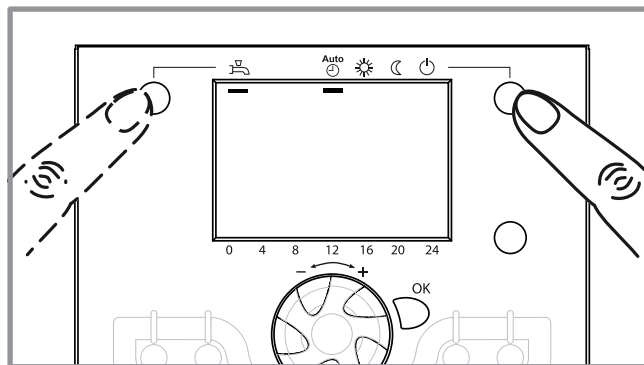

figure 54 - Sélection du régime de chauffe AUTO et puis du régime ECS (selon modèle ou option)
- Sélectionner le régime de chauffe "AUTO" (figure 54).
- Selon modèle et option, sélectionner le régime "ECS" (figure 54).